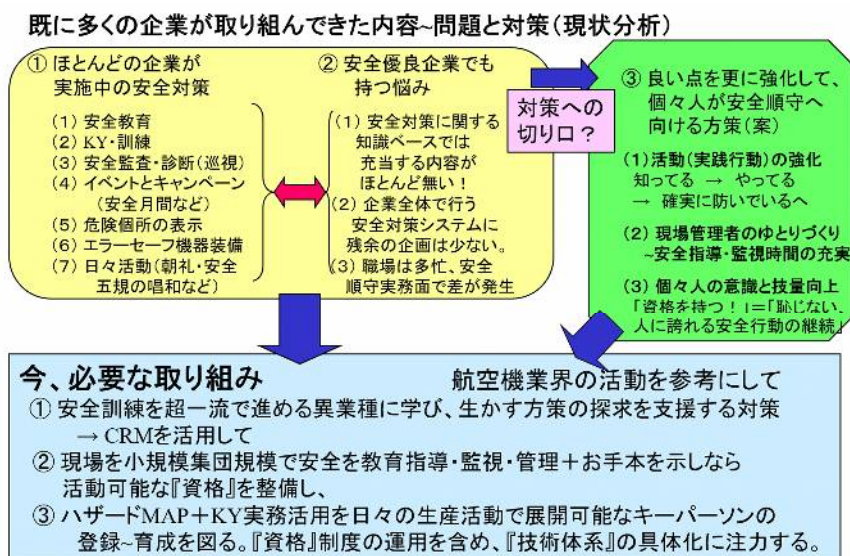

図5-1 ハザードMAPを用いた実務管理の必要性
まず、なぜ、「ハザード部を持つ工場で社内資格が必要か？」という理由と内容について解説させていただきます。図 5-1 の上部の左上は従業員の教育に関する内容です。これは、多くの企業アンケートを筆者なりにまとめた内容ですが、繰り返すまでもなく、どの企業でも『安全第一』を掲げ活動と研修を進めてこら
れた内容に關与する事項です。この対策においては、特に図 5-1 の右側の (3) 個々人の意識と技量向上が安全対策活動に大きく作用を与えます。その理由は、繰り返すまでもなく、従業員が力量が十分に高ければ、職場の安全性が高まるためであり、この対策は、既に、先に、図 3-10 の手順⑤で、「航空機パイロットで実施中の近代訓練技術等の補完」になります。では、「実際に起きた溶接～豪華船炎上事故の事例を挙げ、この場合、どのような社内資格が必要か？」という解説をすることにします。